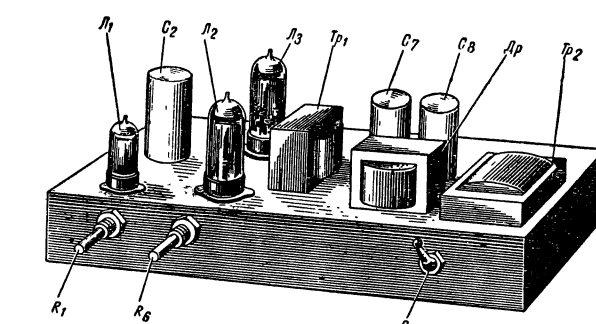

Рис. 12. Расположение деталей на шасси
**Конструкция и налаживание.** Усилитель смонтируйте на небольшом металлическом шасси. Придерживайтесь расположения деталей, показанного на рис. 12. Включатель питания может быть совмещен с регулятором громкости, но лучше поставить его отдельно. Это значительно сократит наводки от сетевых проводов на чувствительные цепи усилителя.